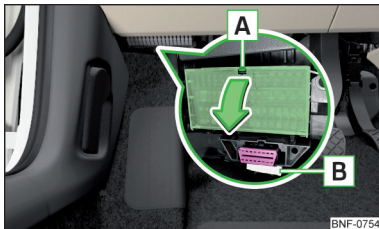

Bild 165
Säkringarna finns under ratten på undersidan av instrumentpanelen » bild 165.
- Tryck på säkerhetsfliken **A** » bild 165.